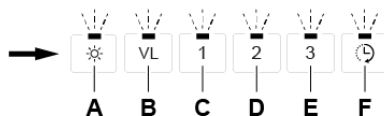

Fig. 13
- Når omprogrammeringen af driftstilstanden er gennemført, blinker LED-lamperne for alle knapper, se Fig. 13.